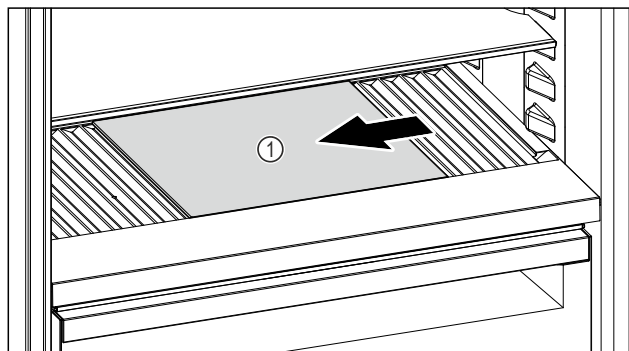

Fig. 252
- Skleněnou desku Fig. 252 (1) posuňte doleva, doprostřed nebo doprava.